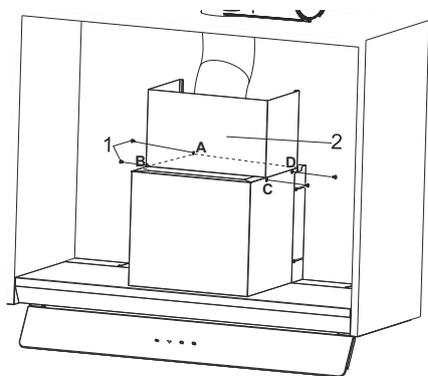

Fig. 19
- 5. ➔ Posizionare le canne fumarie in lamiera fornite sul prodotto (Fig. 19).
Utilizzando le 4 viti di connessione attraverso i punti di A, B, C, D si punta verso il corpo dell'apparecchiatura (Fig. 19).